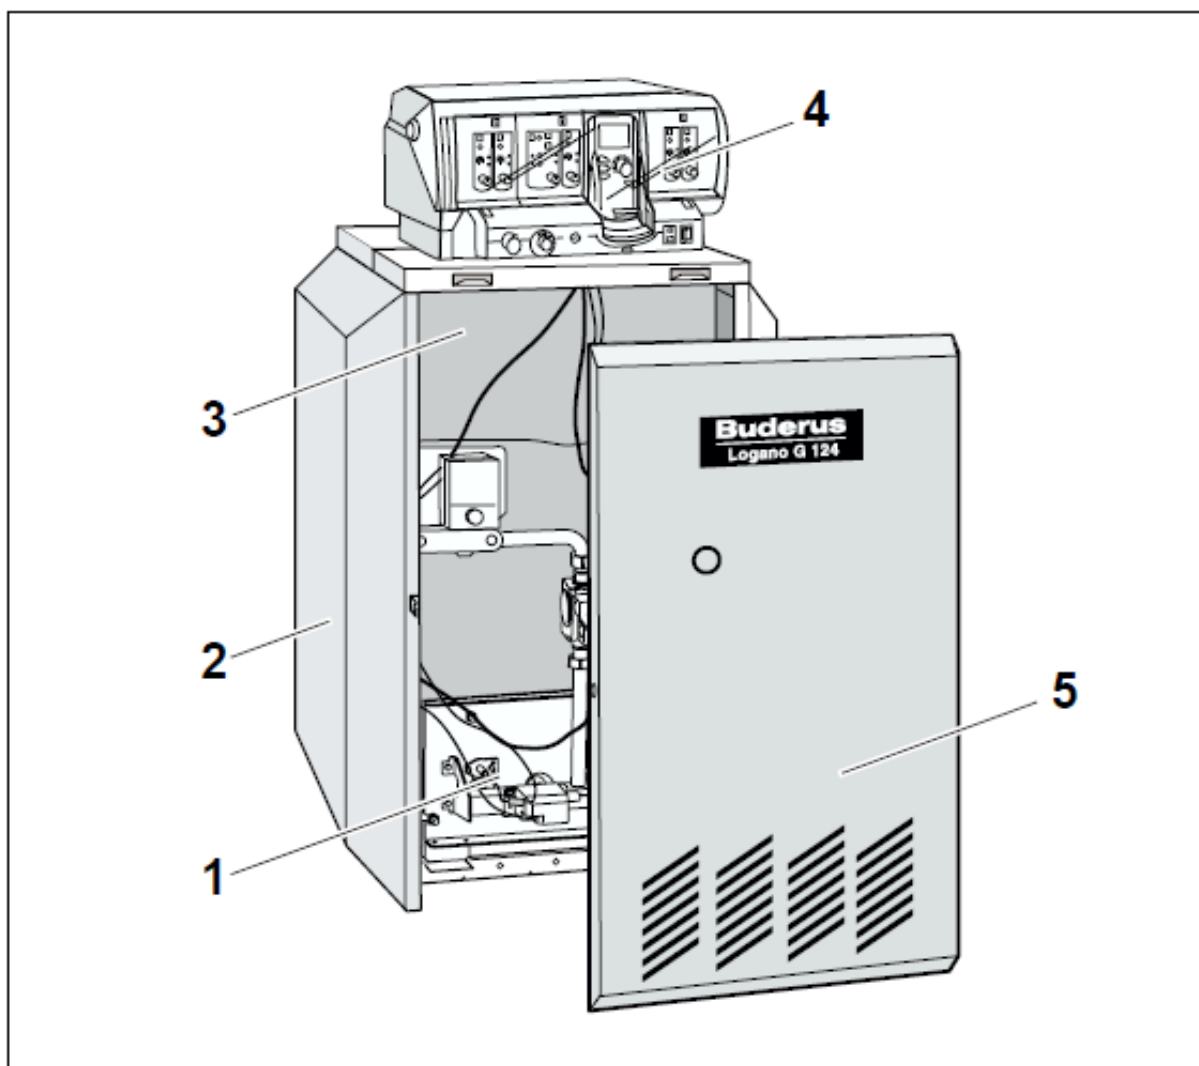

Рис. 1 Специальный газовый отопительный котел Logano G124
Специальный газовый отопительный котел Logano G124 WS (рис. 1) укомплектован на заводе газовой горелкой.
- Котловой блок с теплоизоляцией (рис. 1, поз. 3) и газовой горелкой (рис. 1, поз. 1).